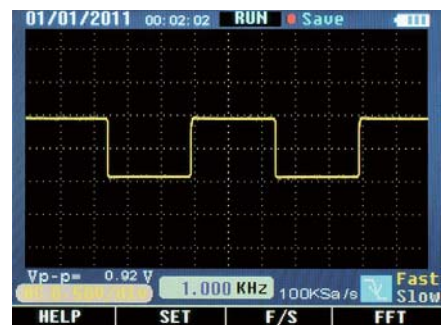

Figure 2-10-2
- Au démarrage, en haut à droite, la charge de la batterie Li-ion rechargeable est indiquée (figure 2-10-2).